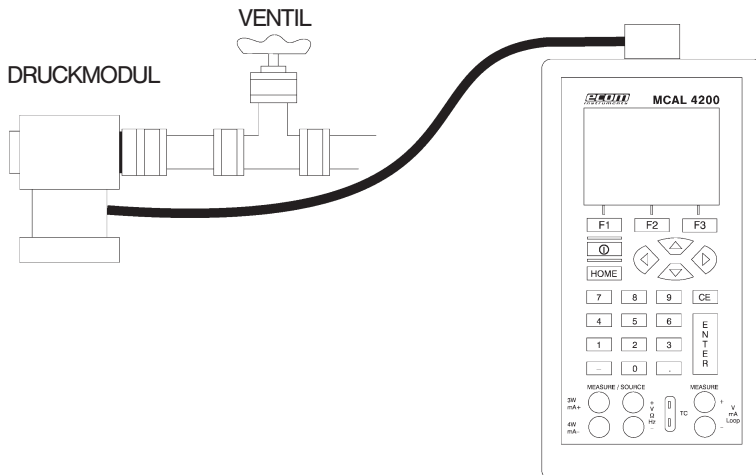

Abb. 18. Messung des Drucks mit dem Drucktransmitter
1. Die Prüflleitungen am Instrument und am Kalibrator wie in Abbildung 18 anschließen.